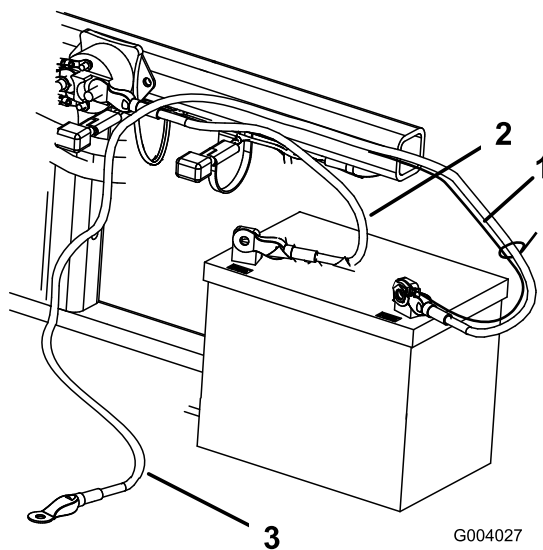

Figura 5
2. Conecte el cable positivo (rojo) al borne positivo (+) con un perno (1/4" x 5/8") y una contratuerca (Figura 5).
3. Conecte el cable negro pequeño y el cable negativo (negro) al borne negativo (-) de la batería con un perno (1/4" x 5/8") y una contratuerca (1/4") (Figura 5).